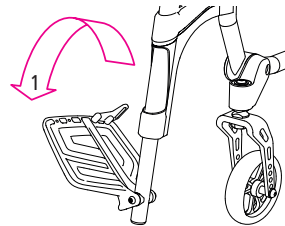
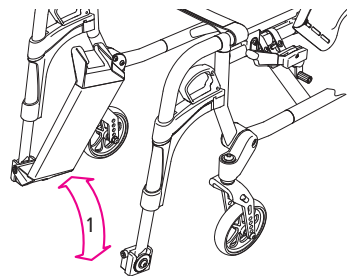

Abb. 7
Abb. 8
1. Die Fußplatten (1, Abb. 7) oder das optional gewählte Fußbrett (1, Abb. 8) werden durch Schwenken nach oben oder unten in die richtige Position gebracht.
2. Das Fußbrett kann, je nach Montageseite, entweder links oder rechts nach oben oder unten geschwenkt werden (1, Abb. 8).